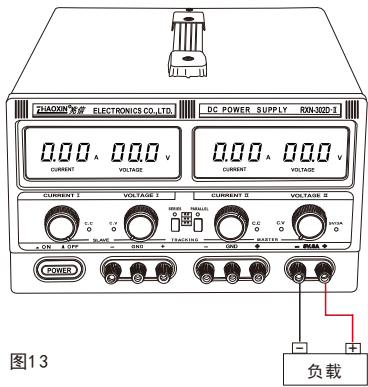

图13
1. 将负载的正极连接到电源的5V/3A输出端的正极(红色端子)负极连接到电源5V/3A输出端的负极(黑色端子), 连接请参照 图13所示